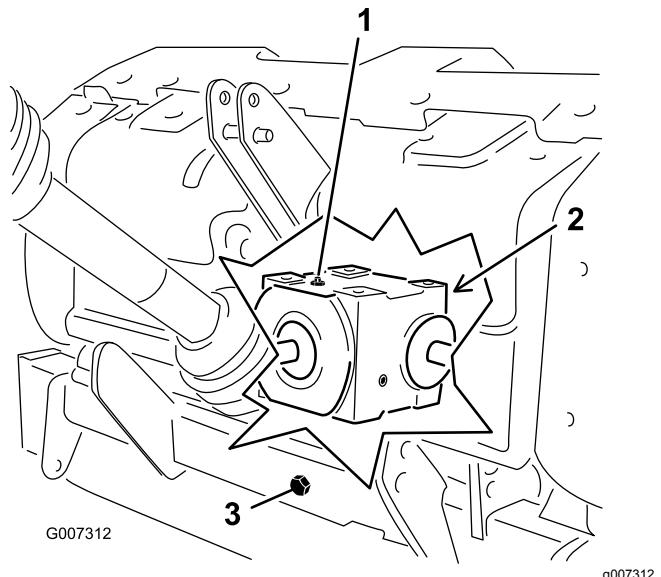

Figura 31
2. Retire el tapón de verificación de la caja de engranajes (Figura 31).
3. Asegúrese de que el nivel de aceite llega hasta la parte inferior del orificio del tapón de verificación de la caja de engranajes (Figura 31).
1. Limpie cualquier residuo del tapón de llenado y el tapón de vaciado para evitar cualquier contaminación (Figura 31).